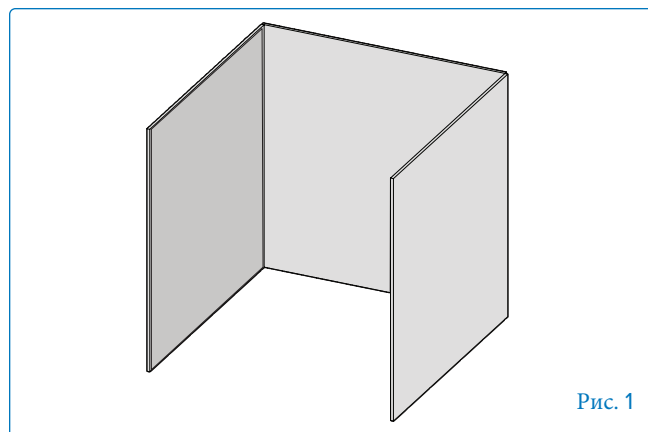

Рис. 1
- Прибор считается находящимся на открытом воздухе, если он установлен в укрытии со стенами с трех сторон, но без крыши. (Рис. 1)